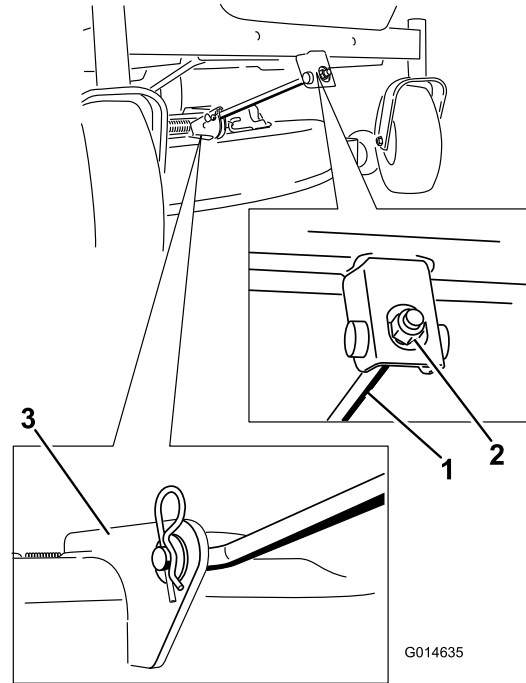

Figura 64
- 4. Retire el pasador de horquilla de la varilla de soporte delantera y retire la varilla del soporte de la carcasa (Figura 64).
- 6. Para carcasas de 152 cm (60"), retire los 2 muelles de elevación de la carcasa (Figura 64).
7. Conecte la varilla de soporte delantera a la carcasa de corte con el pasador y la chaveta (Figura 64).